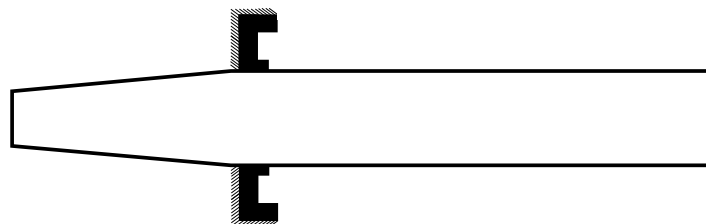

Abbildung 4.22
3. Es dauert ein paar Minuten, bis sich die Dichtung auf dem zylindrischen Teil des Werkzeugs geweitet hat. Schieben Sie die Dichtung dann vom Werkzeug herunter und wenden Sie sie. Schieben Sie sie anschließend wieder auf das Werkzeug auf, diesmal mit den Dichtungslippen in die andere Richtung. Siehe Abb. 4.22.